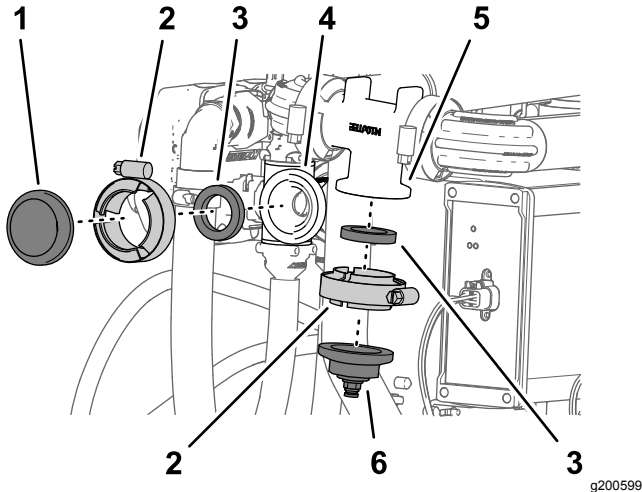

Figura 135
1. Rimuovete il morsetto flangiato e la guarnizione che fissano il tappo semplice alla flangia della valvola dell'ugello 10 (Figura 135).
2. Rimuovete il morsetto flangiato e la guarnizione che fissano il tappo e il raccordo del tubo alla flangia del collettore del flussometro (Figura 135).